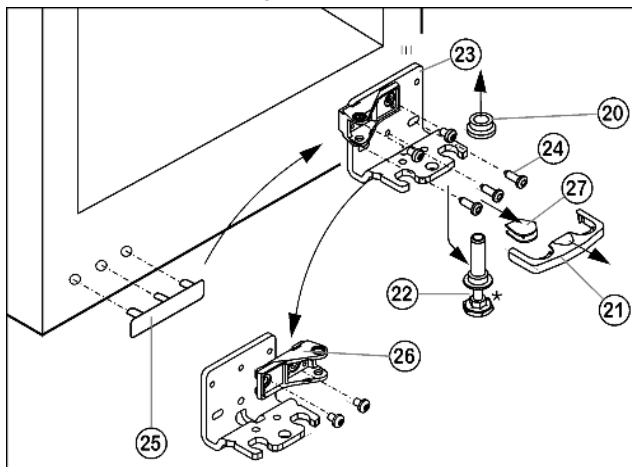

Fig. 7
- ▶ Retire hacia delante el seguro Fig. 7 (21).
- ▶ Retire la cubierta Fig. 7 (27)*.
- ▶ Enrosque totalmente la pata de ajuste Fig. 7 (22).
- ▶ Retire el perno de cojinete Fig. 7 (22) hacia abajo y hacia delante. Al hacer esto, preste atención al casquillo de bisagra Fig. 7 (20).
- ▶ Desatornille el soporte de cojinete Fig. 7 (23)(3 Torx 25) Fig. 7 (24).
- ▶ Desmonte con cuidado la cubierta en el lado del tirador Fig. 7 (25) y cámbiela de sitio.
- ▶ Vuelva a atornillar el soporte de cojinete Fig. 7 (23) en el nuevo lado de la bisagra; dado el caso, utilice un destornillador de batería.
- ▶ Desatornille la pieza de cojinete Fig. 7 (26) y vuélvala a atornillar girándola 180°.
- ▶ Coloque la cubierta Fig. 7 (27) en el lado opuesto.*
- ▶ El seguro (21) debe encajar lateralmente en el soporte de cojinete para que el perno de cojinete y, por tanto, la puerta estén protegidos.
- ▶ Vuelva a colocar el seguro (21) en el soporte de cojinete.
- ▶ Coloque el casquillo de bisagra Fig. 7 (20).